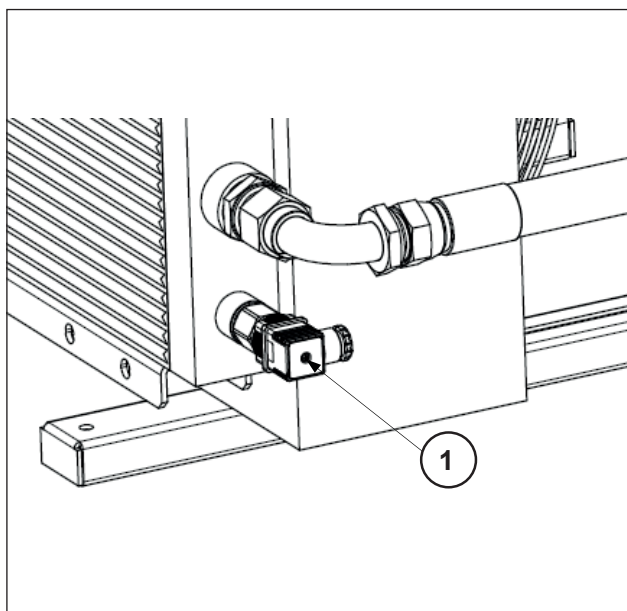

Abb. 16
3. Dann den zweiten Schlauch über die 90°-Verschraubung an den gegenüberliegenden oberen Auslassstutzen am Wärmetauscher anschließen (siehe Abb. 16). Mit Anzugsmoment 80 Nm festziehen.
Der Wärmetauscher ist mit einem Thermostat ausgestattet, der bei 50 °C aktiviert wird und das Einschalten des Lüfters steuert (Pos.1 Abb. 16)